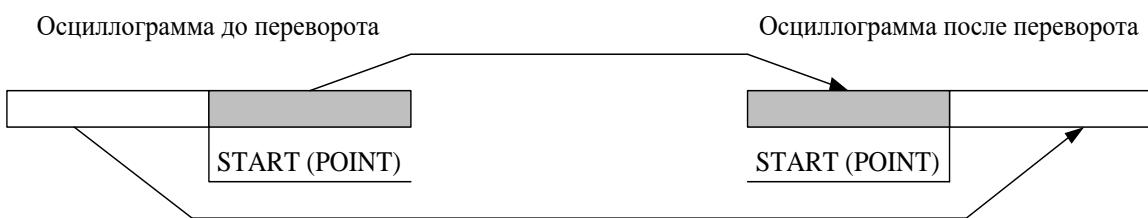

Рисунок 8.5
**Внимание!** Протокол связи «МР-СЕТЬ» обеспечивает считывание осциллографов из массива данных в циклическом режиме (рисунок 8.5), при этом в зависимости от того, в какой сектор кольцевого цикла («Вариант I» или «Вариант II») попала искомая осциллографа адрес аварии (BEGIN) может быть больше или меньше адреса начала блока текущей осциллографы (POINT). При чтении осциллографы **область «Резерв» в массиве данных должна быть исключена**.